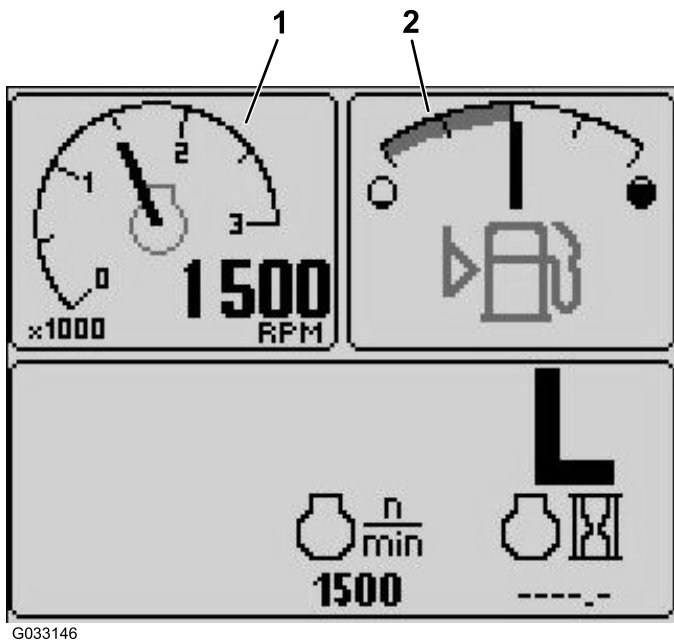

Figure 16
- Tachymètre – écran supérieur gauche Figure 16
- Jauge de carburant – écran supérieur droit (Figure 16)
Il indique le niveau de carburant dans le réservoir (Figure 16).
Il indique le régime moteur en tr/min (Figure 16).